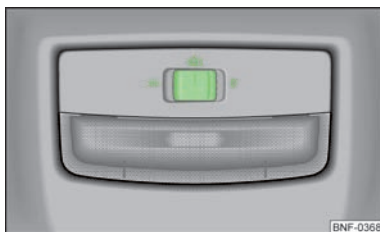

Abb. 25
- › Den Schalter in Stellung  » Abb. 25 drücken.
- › Den Schalter in Stellung **0** » Abb. 25 drücken.